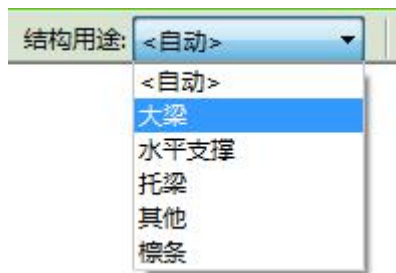

图 5-12 梁的“结构用途”
- 在“选项栏”上，从“结构用途”下拉列表选择一个值（图 5-12）。